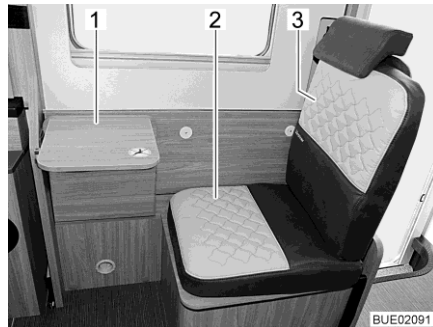
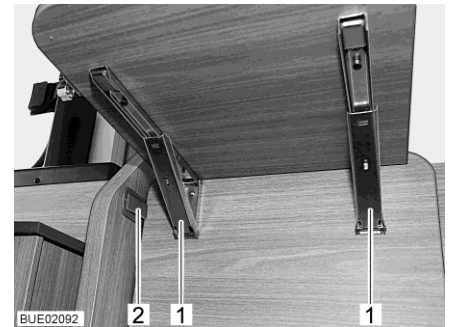

Bild 29 Extra stol med fällbord
Bild 30 Spärr på fällbordet
- Sätt dit den medföljande sittdynan (Bild 29,2) och ryggdynan (Bild 29,3).
- Vrid den främre delen av den längsgående sittbänken uppåt tills den klickar in i plastspärren (Bild 30,2).
- Fäll ihop bordsskivan nedåt: Lås upp båda spärrarna (Bild 30,1) och sväng bordsskivan (Bild 29,1) nedåt.